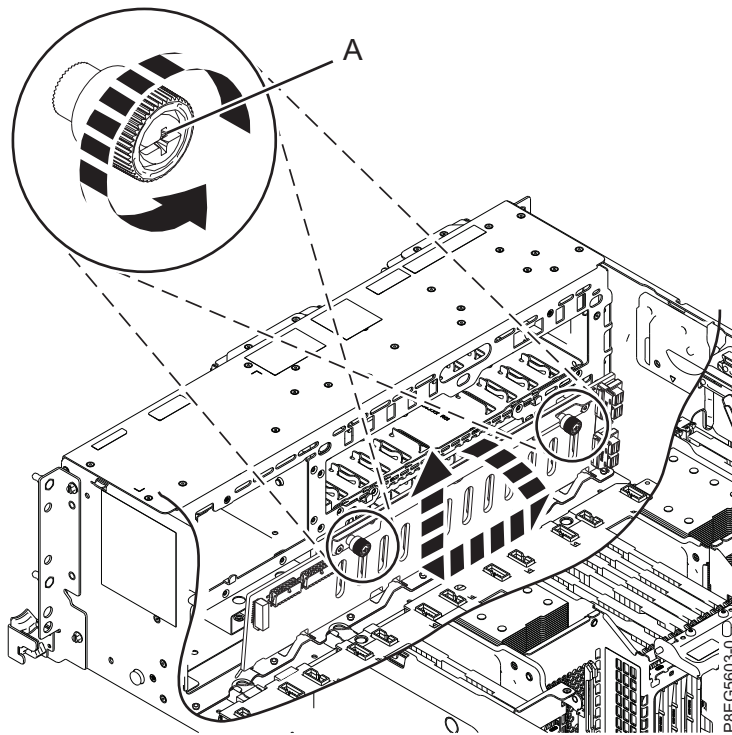

Abbildung 5. Plattenlaufwerksrückwandplatine ausbauen
7. Lösen Sie vorsichtig die Rändelschrauben (A) der Plattenlaufwerksrückwandplatine, bis sie vollständig lose sind (wie dargestellt in Abb. 5).
8. Neigen Sie die Plattenlaufwerksrückwandplatine in die in Abb. 5 angegebene Richtung und schieben Sie sie anschließend so zur Seite, dass die Aussparungen der Rückwandplatine von den Laschen im Chassis entfernt werden.